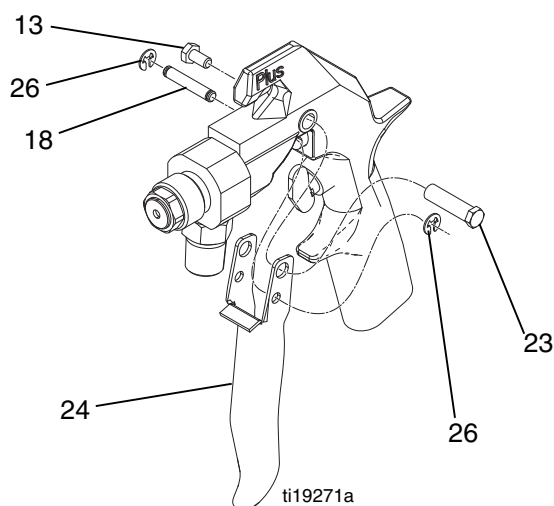

FIG. 7
4. Retirez l'attache en E (26) puis poussez la goupille (18) hors du pistolet. Retirez la vis (13), la goupille de pivotement (23) et la gâchette (24). Consultez la FIG. 7.